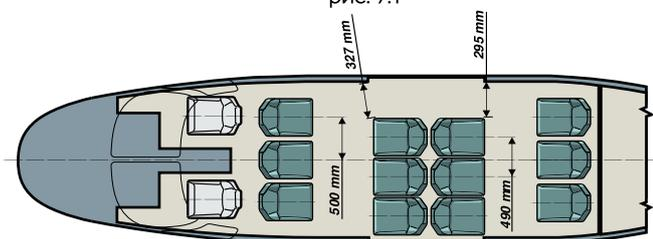

рис. 7.2
- комфорт - 12 пассажиров (рис. 7.2);